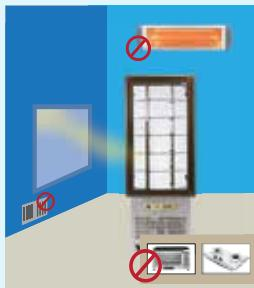

РИСУНОК 1
- Не устанавливайте устройство в места, подверженные воздействиям прямых солнечных лучей, а также вблизи таких источников тепла, как печь, радиаторы, кухонная плита, излучатели тепла и инфракрасных лучей. В противном случае, такое положение может вызвать снижение производительности, стать причиной повреждения вашего устройства или сделать его непригодным. (Рисунок 1)